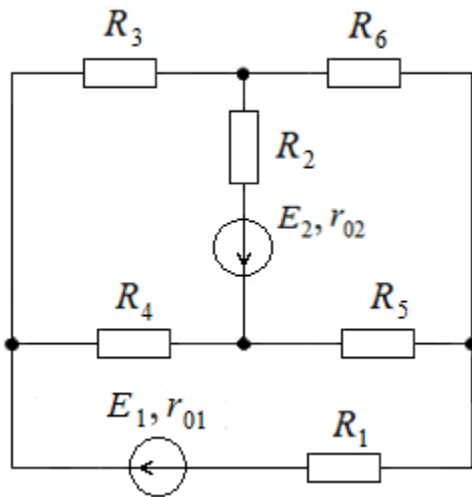

Рис. 93
26. Методом уравнений Кирхгофа определить токи во всех ветвях электрической цепи (рис. 93), если $E_1 = 30$ В; $E_2 = 40$ В; $R_1 = 17$ Ом; $R_2 = 63$ Ом; $R_3 = 35$ Ом; $R_4 = 40$ Ом; $R_5 = 25$ Ом; $R_6 = 50$ Ом; $r_{01} = 3$ Ом; $r_{02} = 2$ Ом.